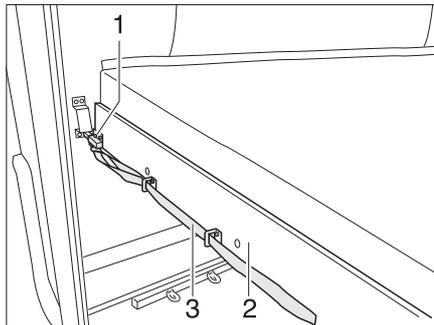

Bild 142 Etagenbett (Heck)
- An der Schlaufe (Bild 142,3) ziehen und den Riegel (Bild 142,1) lösen.
- Den Lattenrost (Bild 142,2) mit der Matratze nach vorn ziehen, bis er einrastet.